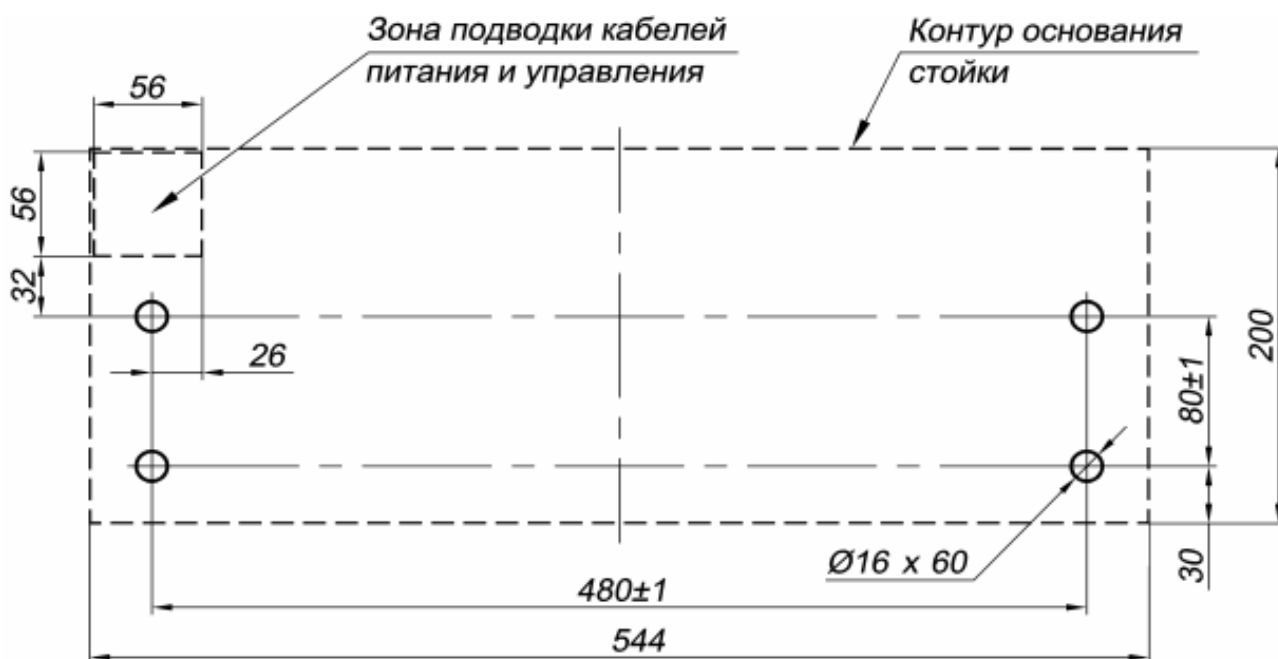

Рисунок 10. Схема разметки для установки стойки ЭП
4. Выполните на установочной поверхности в соответствии с рис. 10 разметку отверстий для монтажа стойки.